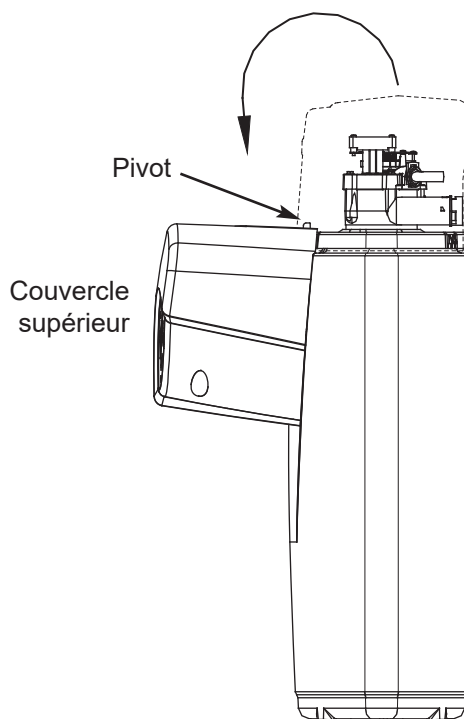

FIG. 9
3. Suspendre le couvercle sur le pivot et le placer sur le rebord de façade, telle qu'illustrée à la Figure 9. Évitez que le couvercle soit suspendu par les fils.